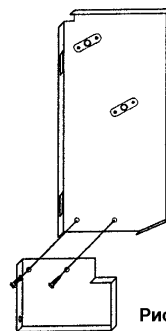
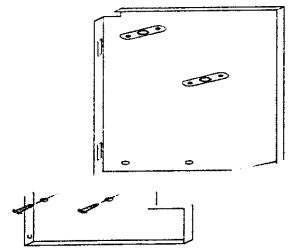

Рис.7a
Рис.7b
5. Установите камеру на жалюзи (Рис.7b), снимите корпус фанкойла, расположите несущую конструкцию на жалюзи и закрепите 2 винтами (Рис.7a); установите несущую конструкцию на стене, закрепив ее 4 расширительными винтами.